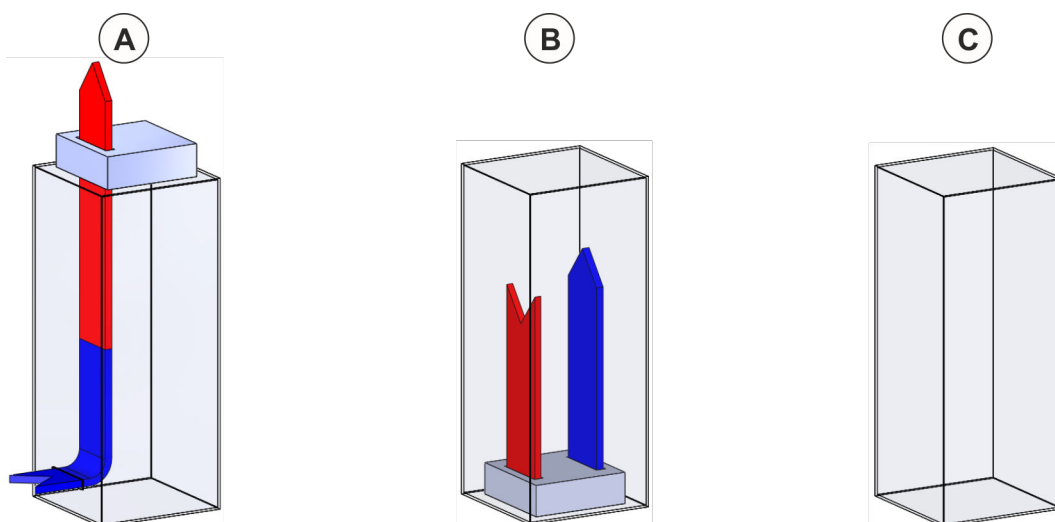

Fig. 17: Circuito di raffreddamento dell'armadio elettrico
- Impiego solo in armadi chiusi. Se sono incorporati apparecchi di raffreddamento, assicurarsi non vi sia alcun ricambio d'aria con l'aria ambiente (Fig. 17).